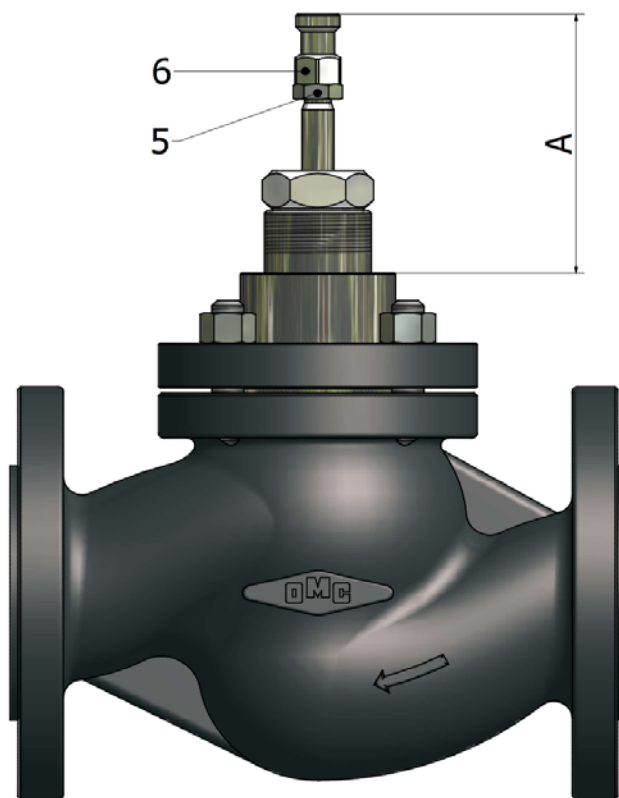

Fig. 12
- Svitare completamente le viti (1) e rimuovere i morsetti (2)
- Svitare completamente la ghiera (3).
- Afferrare il castello (4) ed estrarre l'attuatore
- Misurare con precisione ($\pm 0,1\text{mm}$) la distanza (A) in Fig. 12 e prendere nota
- Rimuoverne i particolari (5) e (6)
- Rimontare il tutto ripetendo le operazioni in senso inverso facendo attenzione al re-allineamento di alberi e alla misura (A)
- Remove the screws (1) and the clamp (2)
- Loosen the mounting nut (3) completely.
- Catch the actuator yoke (4) and remove the actuator from valve body.
- Measure accurately ($\pm 0,1\text{mm}$) the distance (A) as showed on Fig. 12 and take note.
- Remove items (5) and (6)
- Re-assemble all the items in reverse order ensuring the alignment of the spindles and the restoring of the measure (A).